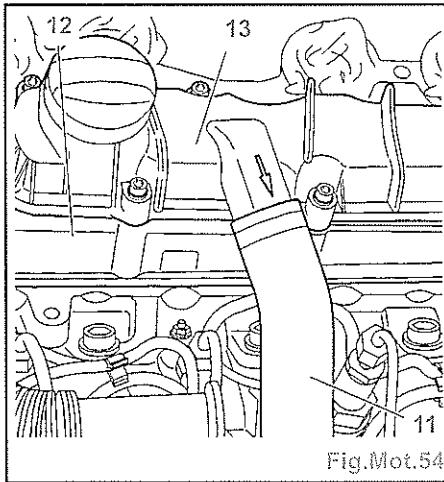

Fig.Mot.54
- les vis (8),
- la vis (9),
- le pignon d'arbre à cames (7),
- le moyeu d'arbre à cames (10).
- Désaccoupler et écarter la durit (11) (Fig.Mot.54).
- le couvre-culasse supérieur (13) (avec déshuileur intégré),
- le couvre-culasse inférieur (12).